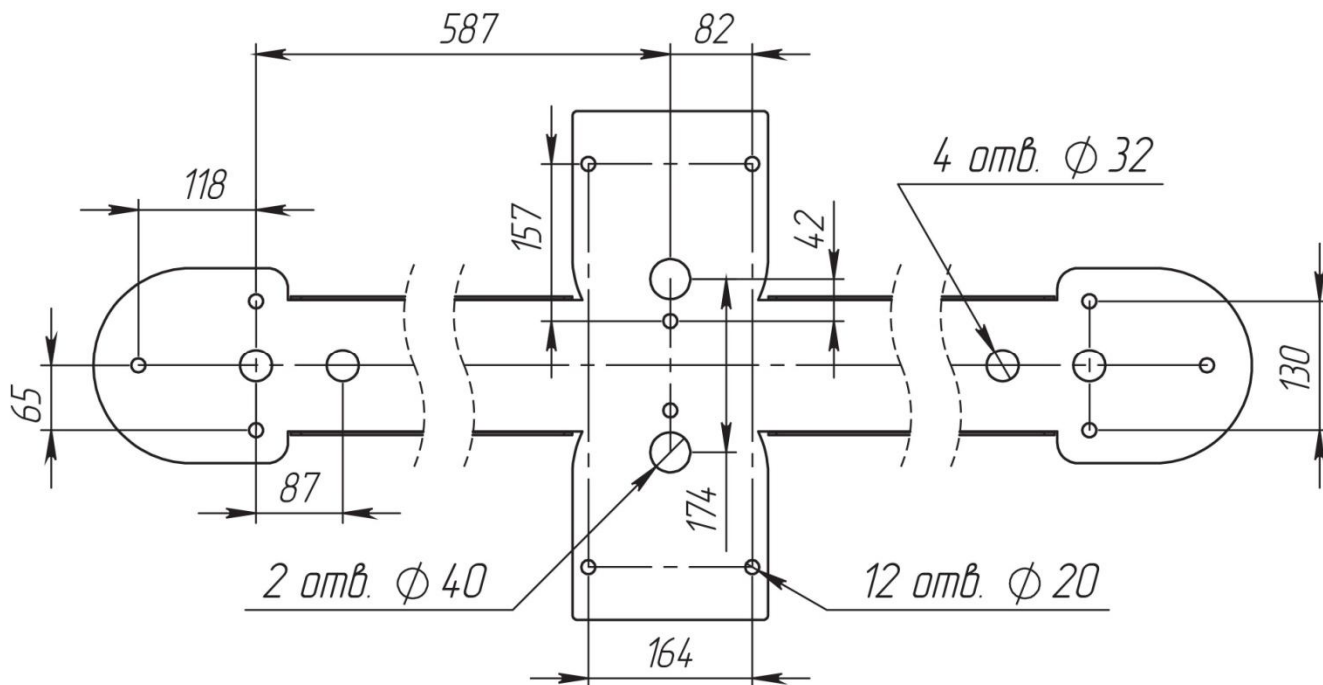

Рис. 5. Установочные размеры
4.2.3. По установочным размерам (рис. 5), подготовьте 12 отверстий диаметром 20 мм в полу под анкеры крепления стойки турникета. Расположение монтажных отверстий относительно внешних габаритов турникета представлено в Приложении 5. Глубина закладного отверстия должна превышать длину анкера на 5 мм. Вставьте анкеры в отверстия.
4.2.4. Подводка кабелей производится через отверстия диаметром 40 и 32 мм (рис. 5) в нижней плите турникета. Необходимо подготовить штробу для прокладки кабелей.
4.2.7. Установите турникет на подготовленную площадку (рис. 5). Откройте замок и снимите дверцу (1, рис. 6). Демонтируйте крышку основания центральной стойки (3, рис. 6), выкрутив винт М6 (2, рис. 6).
4.2.9. Заведите в корпус турникета кабели от ПУ, БП и, при необходимости, кабели СКУД и ОПС. Подводка кабелей производится через отверстия диаметром 40 и 32 мм в нижней плите турникета (рис. 5). Закрепите кабели кабельными стяжками.